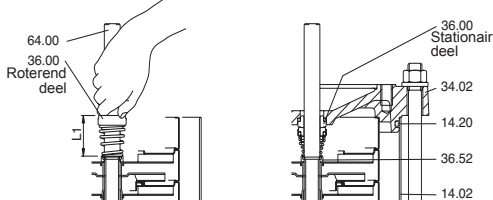

Fig. 5 Montage van de mechanical seal
Alvorens over te gaan tot demontage en montage, raadpleeg de doorsnedetekening (**paragraaf 14.**) en **fig. 5, 6.**
5. Verwijder de schroeven (61.07) en de lantaarnhouder (32.00), met ondersteuning (66.00) en koppeling (64.22) uit het bovenste dekseel (34.02) en uit de as (64.00) (**fig. 5**).
Verwijder de mechanical seal (36.00), trek het roterende deel van de as (64.00) en het stationaire ring uit de deksel (34.02). Druk het roterende deel tot aan de steuning (35.52) over de as (64.00) zonder de veer in te drukken. Controleer de lengte voor en na plaatsing en licht het roterende deel op tot de juist aanvanghoogte (L1 in fig. 5). Juiste druk op de veer is gewaarborgd wanneer het stationaire deel is geplaatst en na borging van de as in de koppeling (L2 in fig. 6b).